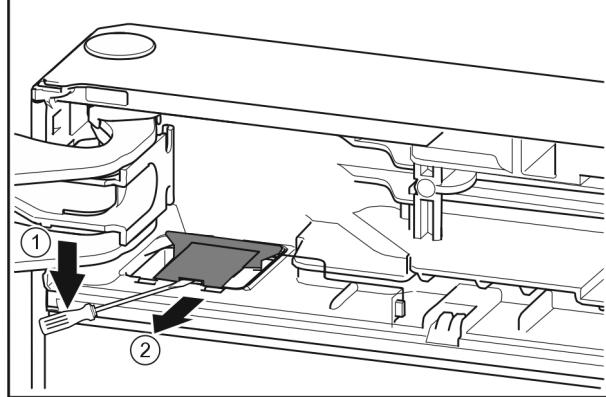

Fig. 10
- Με ίσιο κατσαβίδι ξεκουμπώστε το κάλυμμα Fig. 10 (1).
- Αφαιρέστε το κάλυμμα Fig. 10 (2).